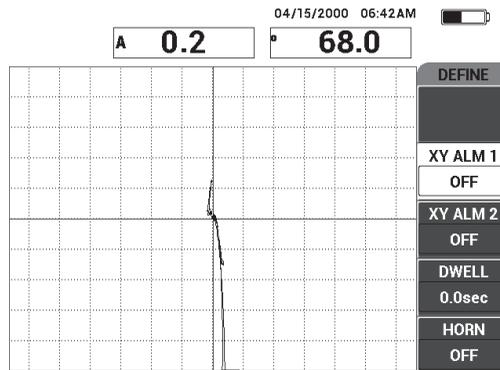

Figura 6-32 La scansione su una zona con perdita di adesione e una zona riparata
6. Scansionare lentamente su una zona con perdita di adesione e su una zona riparata. in seguito premere il tasto FREEZE (❄) [vedere Figura 6-32 a pagina 159].